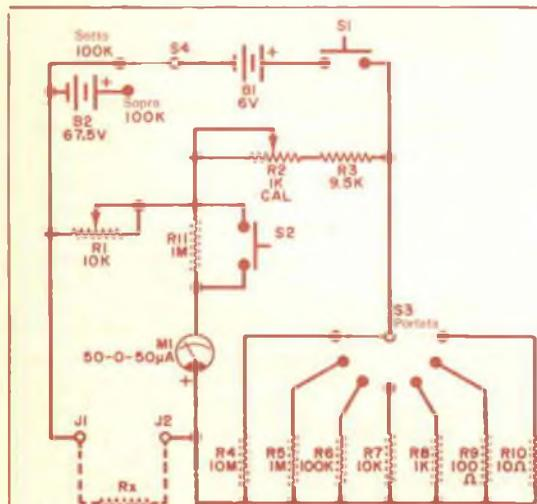

Fig. 1 - Il ponte di resistenze può effettuare misure da 100 mΩ a 10 MΩ con una precisione dello 0,5%.
Fig. 1 - Il corpo del paziente, quando è collegato ad uno strumento elettromedicale, va collegato anche a terra per evitare disturbi dovuti all'effetto d'antenna.
Con il paziente collegato a terra e ad uno strumento medico, come si vede nella fig. 1, tutta la corrente di perdita dello strumento passa attraverso il corpo del paziente, e questa, evidentemente, è una situazione poco sicura. Una soluzione sembrerebbe essere quella di collegare a terra lo strumento ed il paziente, come illustrato nella fig. 2.
**Costruzione** - I collegamenti del circuito riportato nella fig. 1 si effettuano da punto a punto con filo per collegamenti da 1 mm di diametro. È necessario usare filo di grossa sezione per evitare imprecisioni nelle portate più basse. Il ponte può essere montato entro una scatola di legno o di metallo di circa 5,5 x 17,5 x 17,5 cm o più grande. Tutti i componenti si montano sul pannello frontale, ad eccezione delle quattro pile di tipo D che si fissano alla scatola con l'apposito supporto, e della batteria da 67,5 V che si fissa con una staffetta.